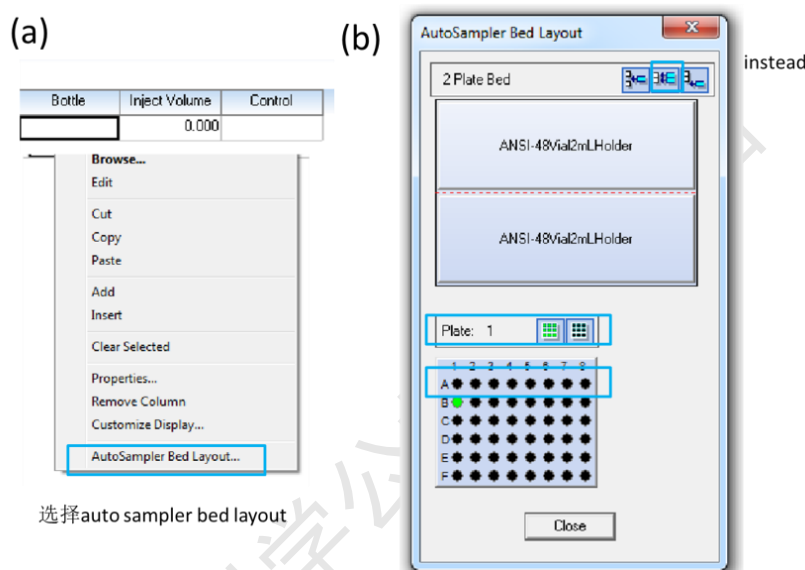

图 6-37
**自动输入:** 选中 Bottle 下方空格, 右键-Auto Sampler Bed Layout, 出现样品盘选择器(图 6-37 (b))。根据自己放置的样品盘位置, 首先选中样品盘, 然后点击行标列标的具体位置, 最后点击 Instead, 关闭窗口, 即可。